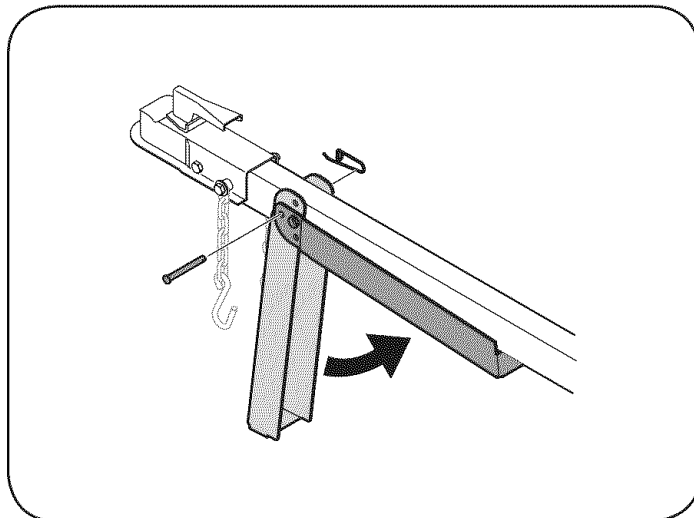

Figura 4-4
3. Apoyar la lengüeta y pivotar el soporte del gato contra la lengüeta. Ver la Figura 4-4.
4. Asegurar con el broche a resorte y la clavija de la horquilla previamente extraídos. Ver la Figura 4-4.